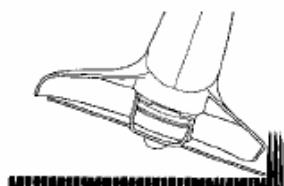

Fig. 16
2. **RECORTE MÁS CERCANO** (Fig. 16).